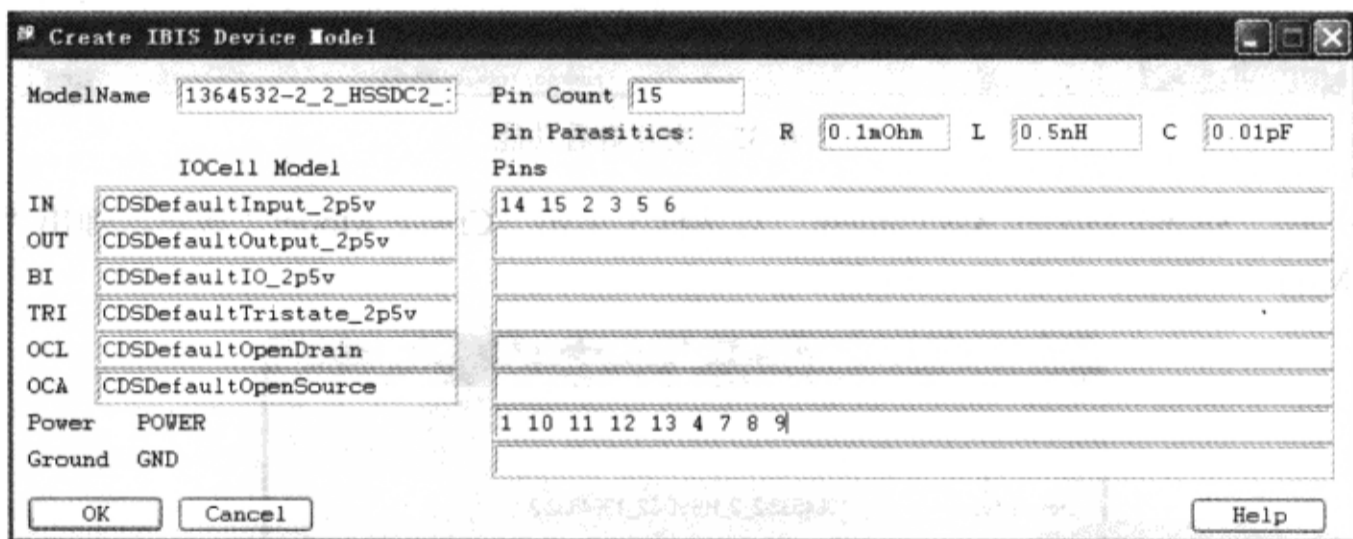

图 2-6-36 输入信息
(5) 在“Create IBIS Device Model”对话框的“Pin Parasitics”各项输入值（每次输入后按一下“Tab”键），“R”栏输入 0.1，“L”栏输入 0.5，“C”栏输入 0.01。单位被自动输入，单位默认设置在“Analysis Preferences”窗口的“Units”栏，如图 2-6-36 所示。